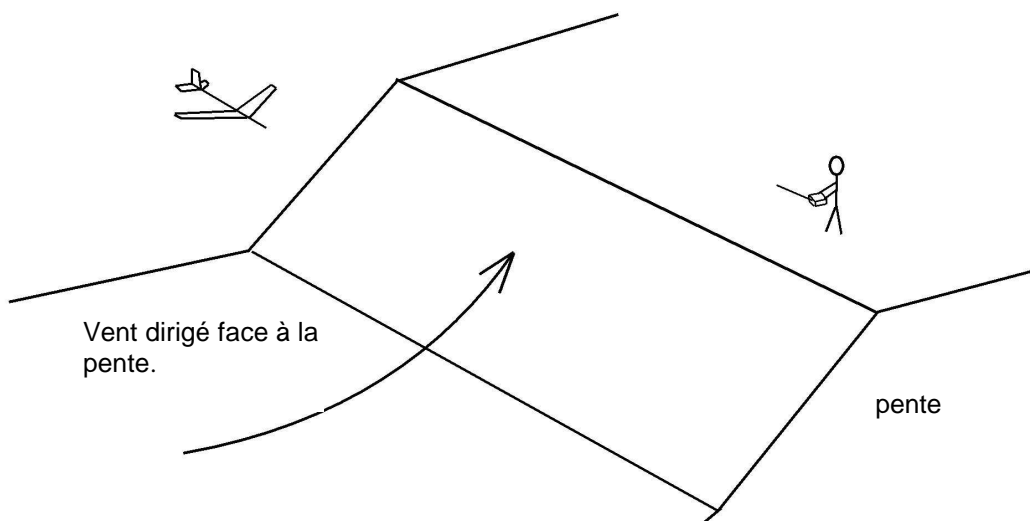

fig.10
- le vol de pente (fig.10) : Le planeur utilise le vent ascendant qui remonte le long d'un relief pour maintenir ou prendre de l'altitude et évoluer face à la pente.